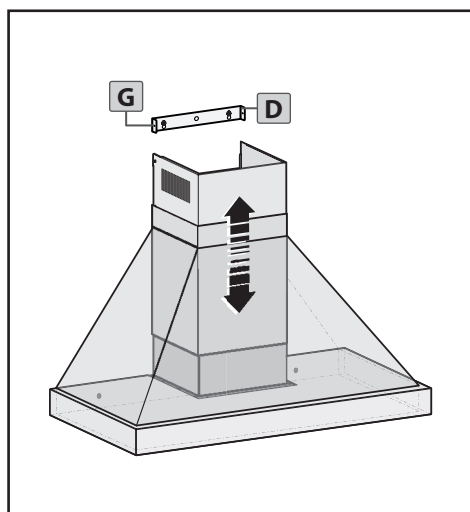
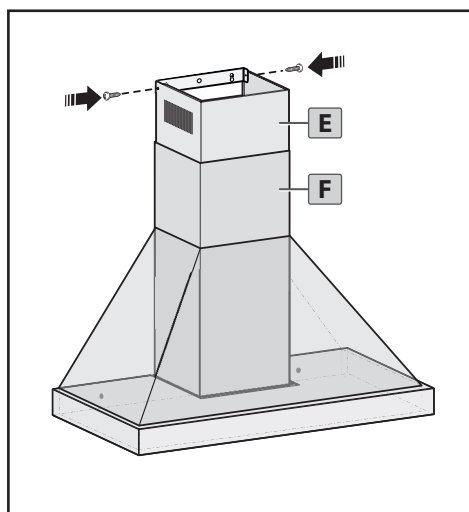

Fig.4
Fig.5
- Collegare, mediante un tubo di raccordo, la flangia **Y** al foro di scarico (non eseguire nella versione filtrante). Infilare il raccordo superiore **E** all'interno del raccordo inferiore **F**; appendere i due raccordi inserendoli verticalmente nella cappa sfilare il raccordo superiore **E** verso l'alto, bloccarlo con le apposite viti sui fori **G** della staffa **D** (Fig.4 - Fig.5) precedentemente fissata al muro tramite i fori **B** (Fig.2).